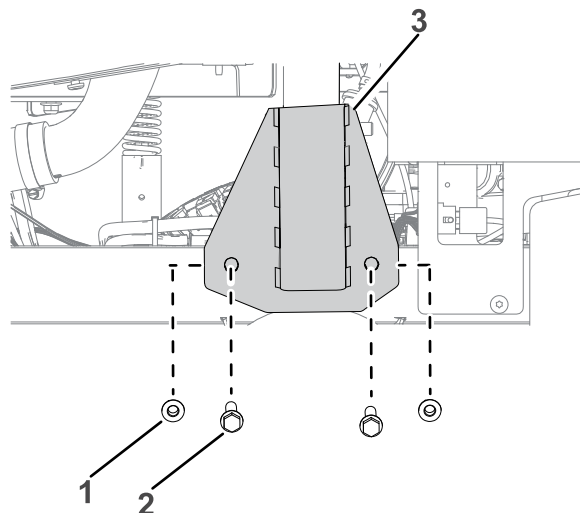

Figure 5
- Montez le support du ROPS sur le cadre de la machine, au-dessus de l'essieu, comme montré à la Figure 5. Répétez la procédure de l'autre côté.